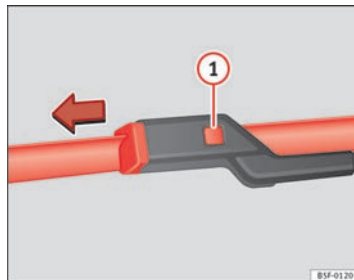

Fig. 113 Udskiftning af
- Hold udløserknappen ⇒ Fig. 113 ① nede, og træk samtidig viskerbladet af i pilens retning.